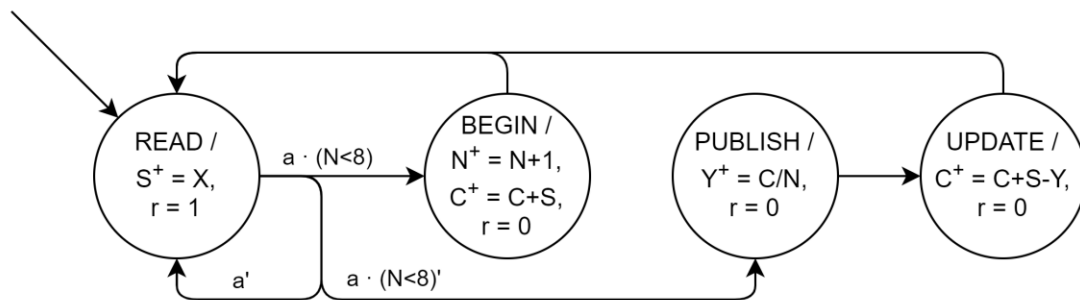

Fig. 3. EFSM de un filtro de media simplificado
El comportamiento de este filtro se representa en el diagrama de estados de la Fig. 3.
- c) [15%] A partir de las tablas de transiciones y de salidas del grafo de la Fig. 3 que se dan a continuación, implementa la unidad de control usando ROM y los registros, los bloques combinacionales y las puertas lógicas que creas conveniente. Especifica y justifica las dimensiones de la/las ROM que uses e indica su contenido en binario, indicando a que corresponde cada bit, y también en hexadecimal.
- d) [20%] Implementa el circuito completo de la EFSM de la Fig. 3: Construye el camino de datos usando las puertas lógicas y los bloques necesarios e incorpora la unidad de control obtenida en el apartado anterior. Ten en cuenta que la señal de entrada X , S y la salida Y son números naturales de 0 a 7. Indica y razona, para cada bus, su tamaño en bits. Ten en cuenta también que, con la inicialización del circuito, todos los registros se ponen a 0.
Hay varias maneras de implementar $C+S$ y $C+S-Y$. En la propuesta que se muestra a continuación se ha optado por calcular $C+S$ y, entonces calcular $C+S-Y$ como una resta entre $C+S$ e Y , de forma que se aprovecha el sumador de C y S . Eso sí, esto es posible porque, como mucho, $C+S = 56+7 = 63$, que también se puede representar con 6 bits. Con todo esto, el circuito completo para el EFSM de la Fig. 3 queda de la forma siguiente: